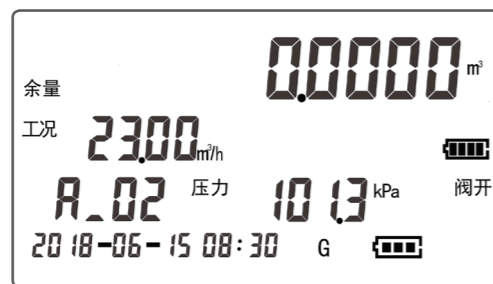

图 6
d. 未开户时，第四屏界面如图 6 所示，分别显示余量、标况流量、通信地址、时间以及电池等信息。当未开户“开户”不显示。